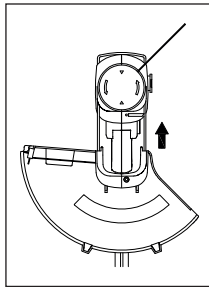

рис. 4
- Установите защитный экран на корпус двигателя и немного поверните его, чтобы он зашел в пазы на корпусе. Обратите внимание на направление стрелки на защитном экране (см. рис. 4).